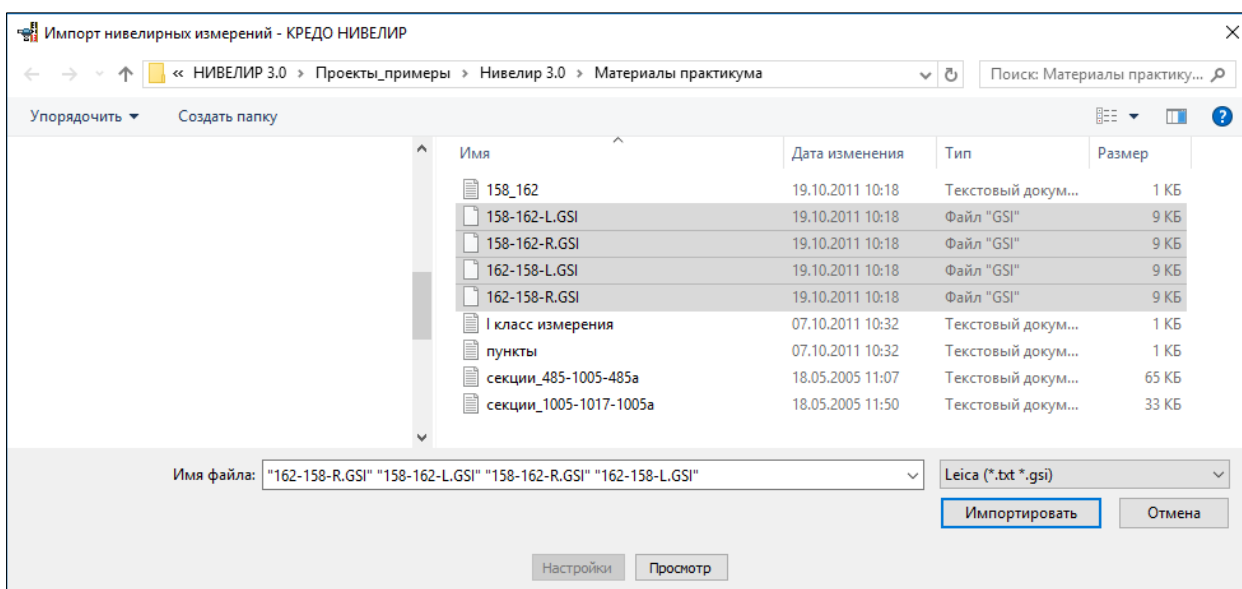

Рисунок 10.14
5. Далее выполните импорт измерений из ЦН с помощью **Файл/Импорт/Файлы цифровых нивелиров**. Выберите 4 файла: **158-162-R.GSI, 158-162-L.GSI, 162-158-L.GSI, 162-158-R.GSI** (см. рис. 10.14), выбрав тип файлов – **Leica (*.txt, *.gsi)**.